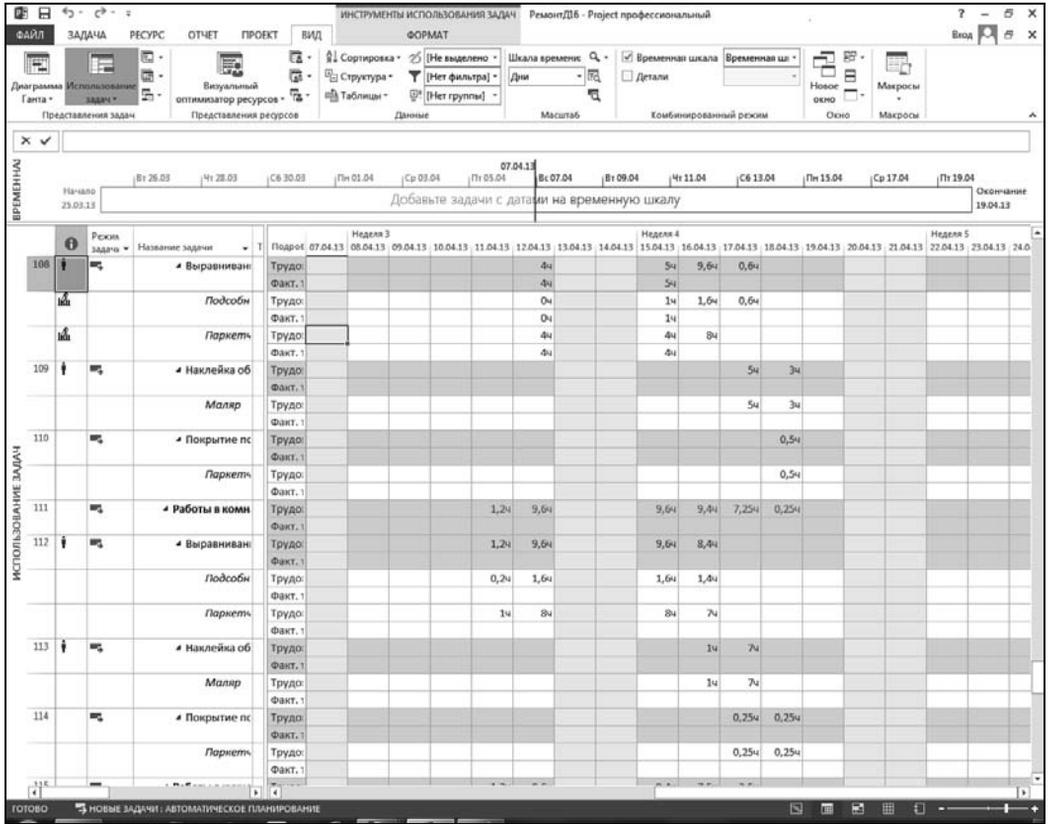

Рис. 8.4. Экранная форма **Использование задач** с откорректированными данными отчета для проекта-примера
8. По аналогии с пп. 5–7 данного алгоритма ввести для задачи 108 (с кодом СДР 7.K2.1) для назначений **Паркетчик** и **Подсобник** соответственно показатели фактических затрат труда на 12.04.2013, равные 0 и 4 часам, на 15.04.2013 — 4 и 1 часам. Вид экрана Project показан на рис. 8.4.
Алгоритм 8.6 позволяет вводить любые значения показателей и, следовательно, формировать неравномерную загрузку ресурсов для каждого назначения любой задачи. Поэтому после выполнения *алгоритма 8.6* Project часто отмечает обработанные с его помощью назначения задачи, как имеющие неравномерное потребление ресурсов (рис. 8.4).